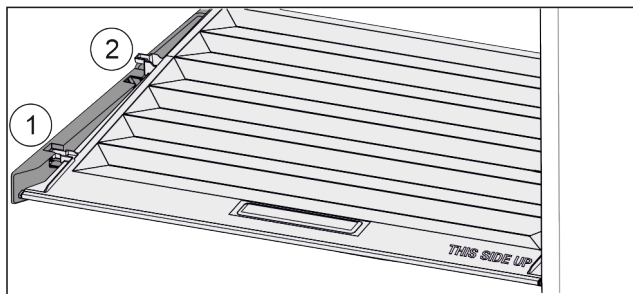

Fig. 73
- ▶ Издърпайте напред Fig. 73 (1) капака до отвора в задържачите части.
- ▶ Повдигнете го отзад отдолу и отстранете Fig. 73 (2) нагоре.